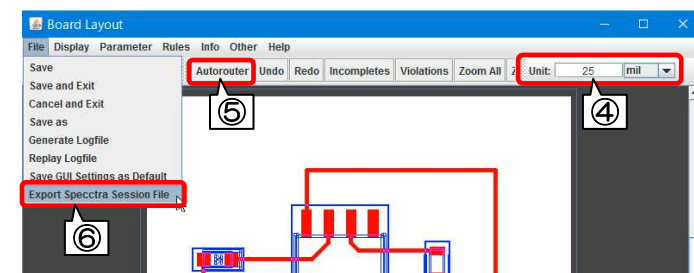
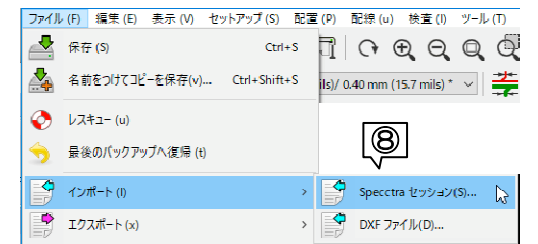

図 A-7
図 A-8
④ Freeroute：ツールバーの Unit 欄を 25 mil に設定します。図 A-7
⑤ Freeroute：ツールバー[Autoruter]をクリックします。
⑥ Freeroute：自動配線終了後、メニューバー「File」→「Export Specctra…」と進みます。
⑦ Freeroute：確認ダイアログが開くので[はい]をクリックします。
⑧ KiCad：「ファイル」→「インポート」→「Specctra セッション」→ ses ファイルを読み込みます。図 A-8